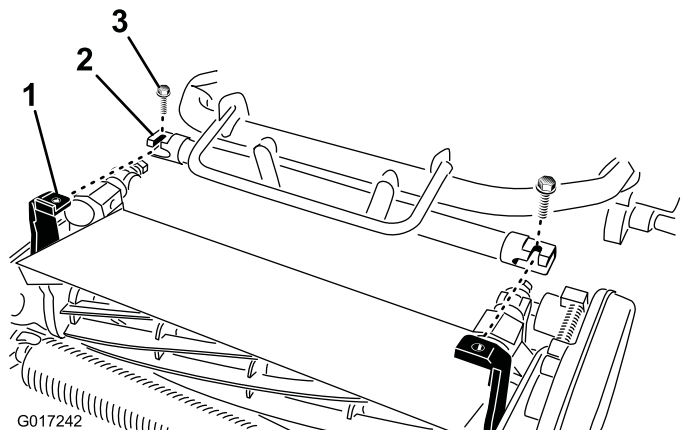

图8
4. 向前推动机架直至其与滚刀组旋转臂完全接合图8。
5. 使用 2 颗螺栓 $\frac{3}{8} \times \frac{3}{4}$ 英寸将机架固定到滚刀组旋转臂上图8。